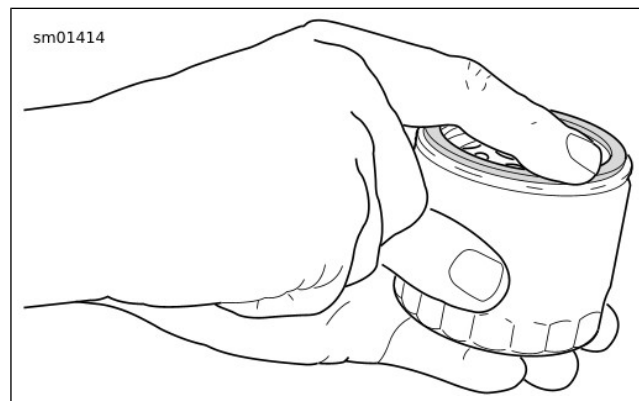

Abbildung 119. Schmieren der neuen Ölfilterdichtung
7. Siehe Abbildung 119. Den **neuen** Ölfilter einbauen.